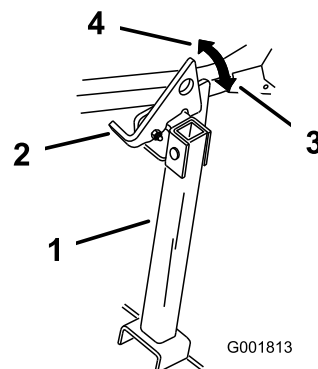

Рисунок 46
2. Поднимите защелку в разблокированное положение (Рисунок 46).